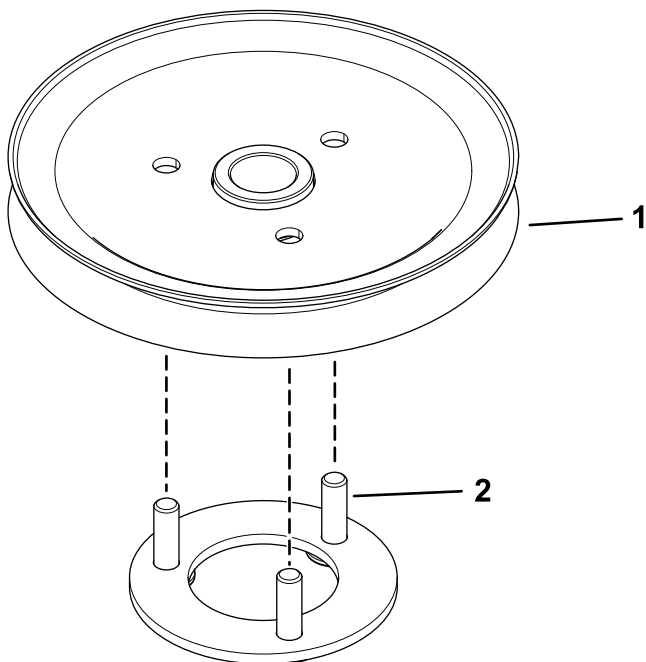

Bild 7
3. Stecken Sie die Bolzen der Scheibenhaltung in die Löcher in der Laufrolle (**Bild 7**).